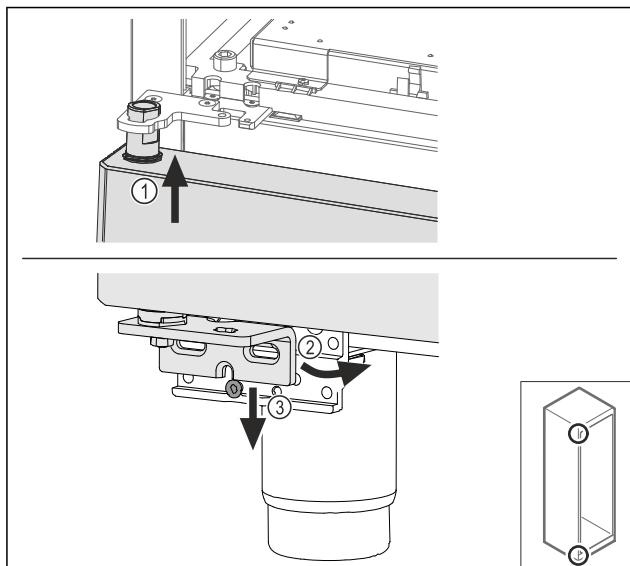

Fig. 64
- ▶ Naviňte hore zľahka naklonené dvere Fig. 64 (1), rovno vyrovnajte dvere Fig. 64 (2) a nasadíte ich dole na skrutku ložiskovej konzoly Fig. 64 (3).